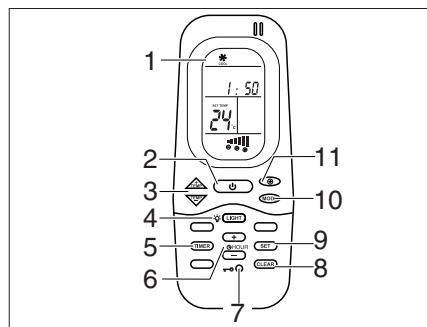
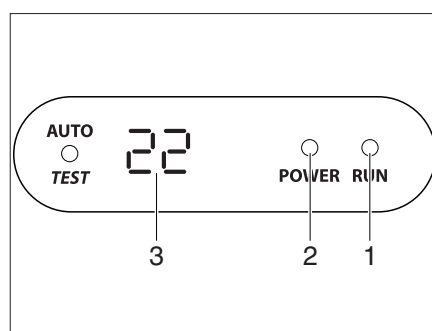

Bild 321 Fernbedienung
Bild 322 Display am Diffusor
Die Klimaanlage ist auf dem Dach des Fahrzeugs angebracht. Die Fernbedienung (Bild 321) für die Klimaanlage befindet sich im Küchenbereich.
- Fahrzeug an die 230-V-Versorgung anschließen. Die Klimaanlage ist betriebsbereit. Die LED (Bild 322,2) am Display des Diffusors leuchtet rot.
- Zum Einschalten den Ein-/Ausschalter (Bild 321,2) auf der Fernbedienung drücken. Die LED (Bild 322,1) leuchtet grün, wenn die Klimaanlage im Kühlbetrieb arbeitet. Die LED (Bild 322,1) leuchtet rot, wenn die Klimaanlage im Heizbetrieb arbeitet.
- Die gewünschte Betriebsart mit der Taste MODE (Bild 321,10) einstellen.
- Bei Bedarf mit der Taste (Bild 321,11) die gewünschte Gebläsestufe und mit den Tasten (Bild 321,3) die Raumtemperatur einstellen.
- Zum Ausschalten den Ein-/Ausschalter (Bild 321,2) auf der Fernbedienung erneut drücken.
- Zum Programmieren die Klimaanlage mit dem Ein-/Ausschalter (Bild 321,2) auf der Fernbedienung einschalten.
- Taste TIMER (Bild 321,5) drücken. Die ON-Anzeige der Startzeit wird aktiviert.
- Mit den Tasten TEMP (+/-) (Bild 321,3) die Uhrzeit einstellen.
- Erneut die Taste TIMER (Bild 321,5) drücken. Die OFF-Anzeige der Startzeit wird aktiviert.
- Erneut die Taste TIMER (Bild 321,5) drücken.
- Am Ende der Einstellung die Taste SET (Bild 321,9) drücken.
- Um die Timer-Programmierung zu löschen, Taste CLEAR (Bild 321,8) drücken.